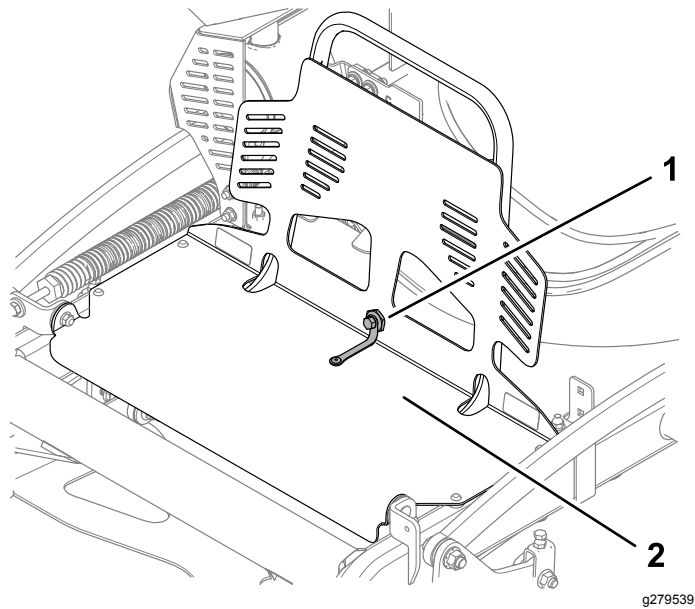

図 33
1. エンジンガードをガードエクステンションに固定しているボルトとショルダナットを外す 図 33。